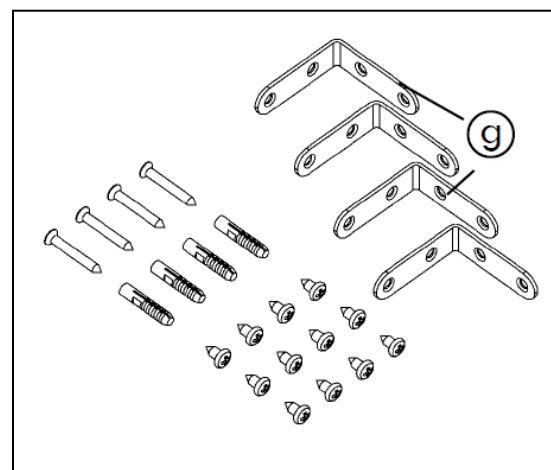

**Рис. 2.**
Устройство вентилятора показано на **рис.2**
(рис.2 (стр. 5)).
- Положите вентилятор «на спину», чтобы прикрепить 4 уголка (g) (рис.2) по четырем углам корпуса вентилятора, каждый 2-мя винтами (фото 14).